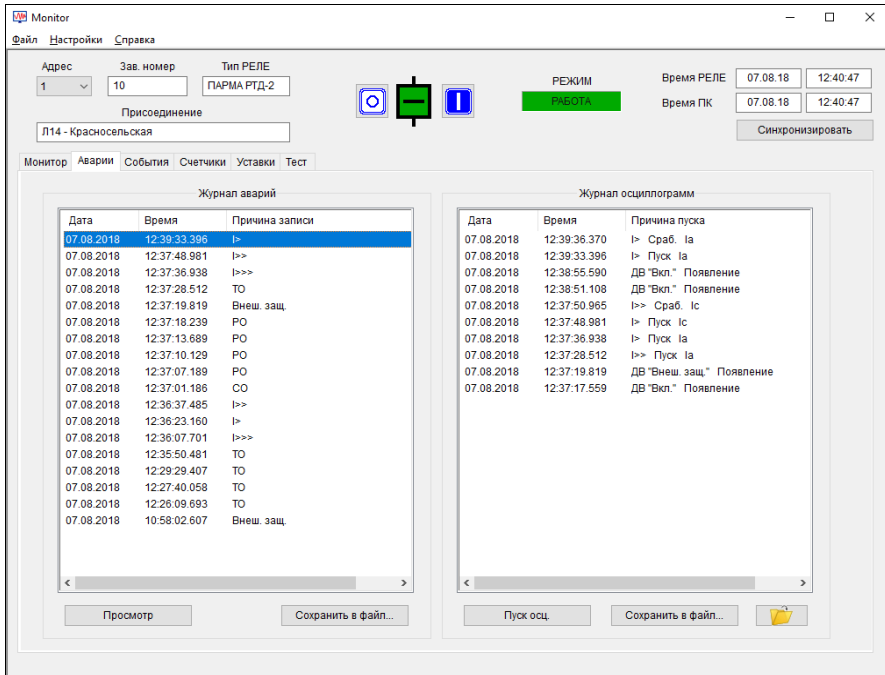

Рисунок 9 – Вкладка "Аварии"
5.5.10.1 Вкладка "Аварии" содержит журнал аварий и журнал осциллограмм (рисунок 9).